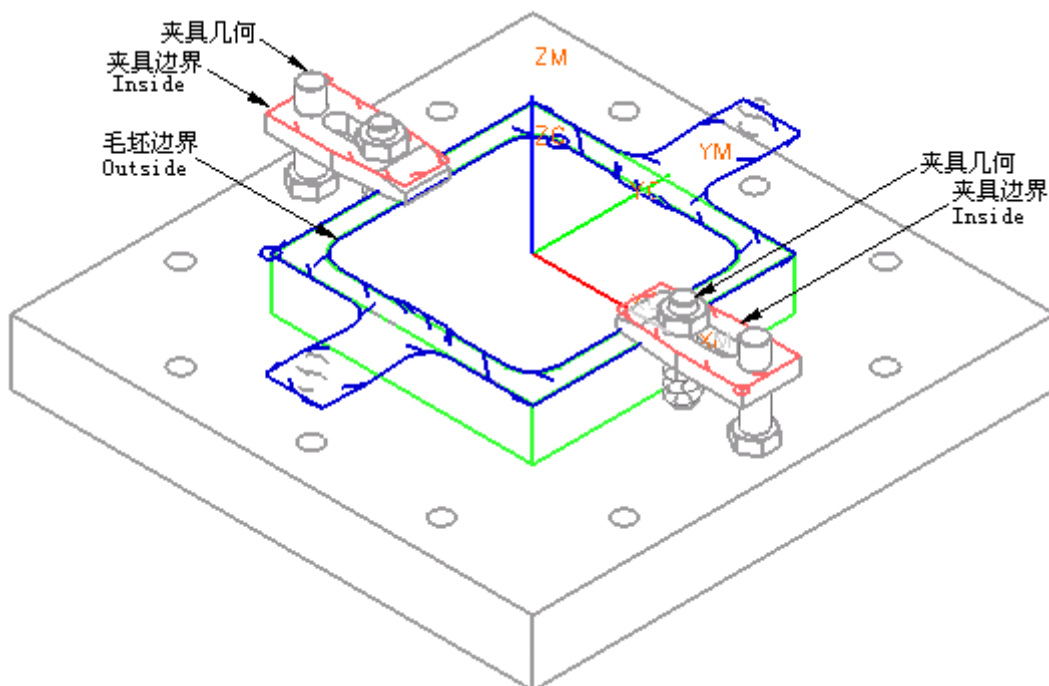

图 8-104
- 单击  打开检查几何定义对话框, 单击全部重选, 选择如图 8-104 所示的夹具几何, 单击 OK。
- 单击 ，打开边界定义对话框，选择附加，设置如图 8-105 所示的参数，选择图 8-104 中的永久边界曲线作为毛坯边界，注意材料侧为外，单击 OK。